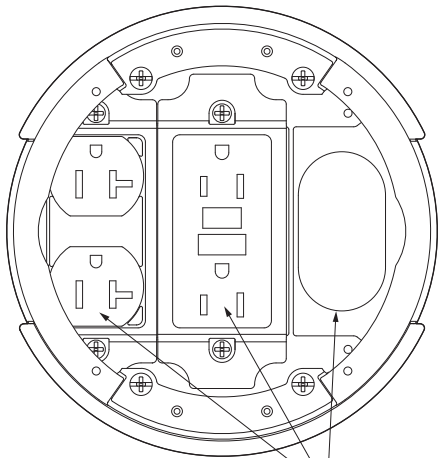

Figure 14
- 6.1 La boîte encastrable **ne peut plus** être pivotée une fois insérée dans le trou. Vérifiez que les trois groupes sont placés dans la direction voulue avant d'insérer la boîte dans le trou. (Voir figure 14).